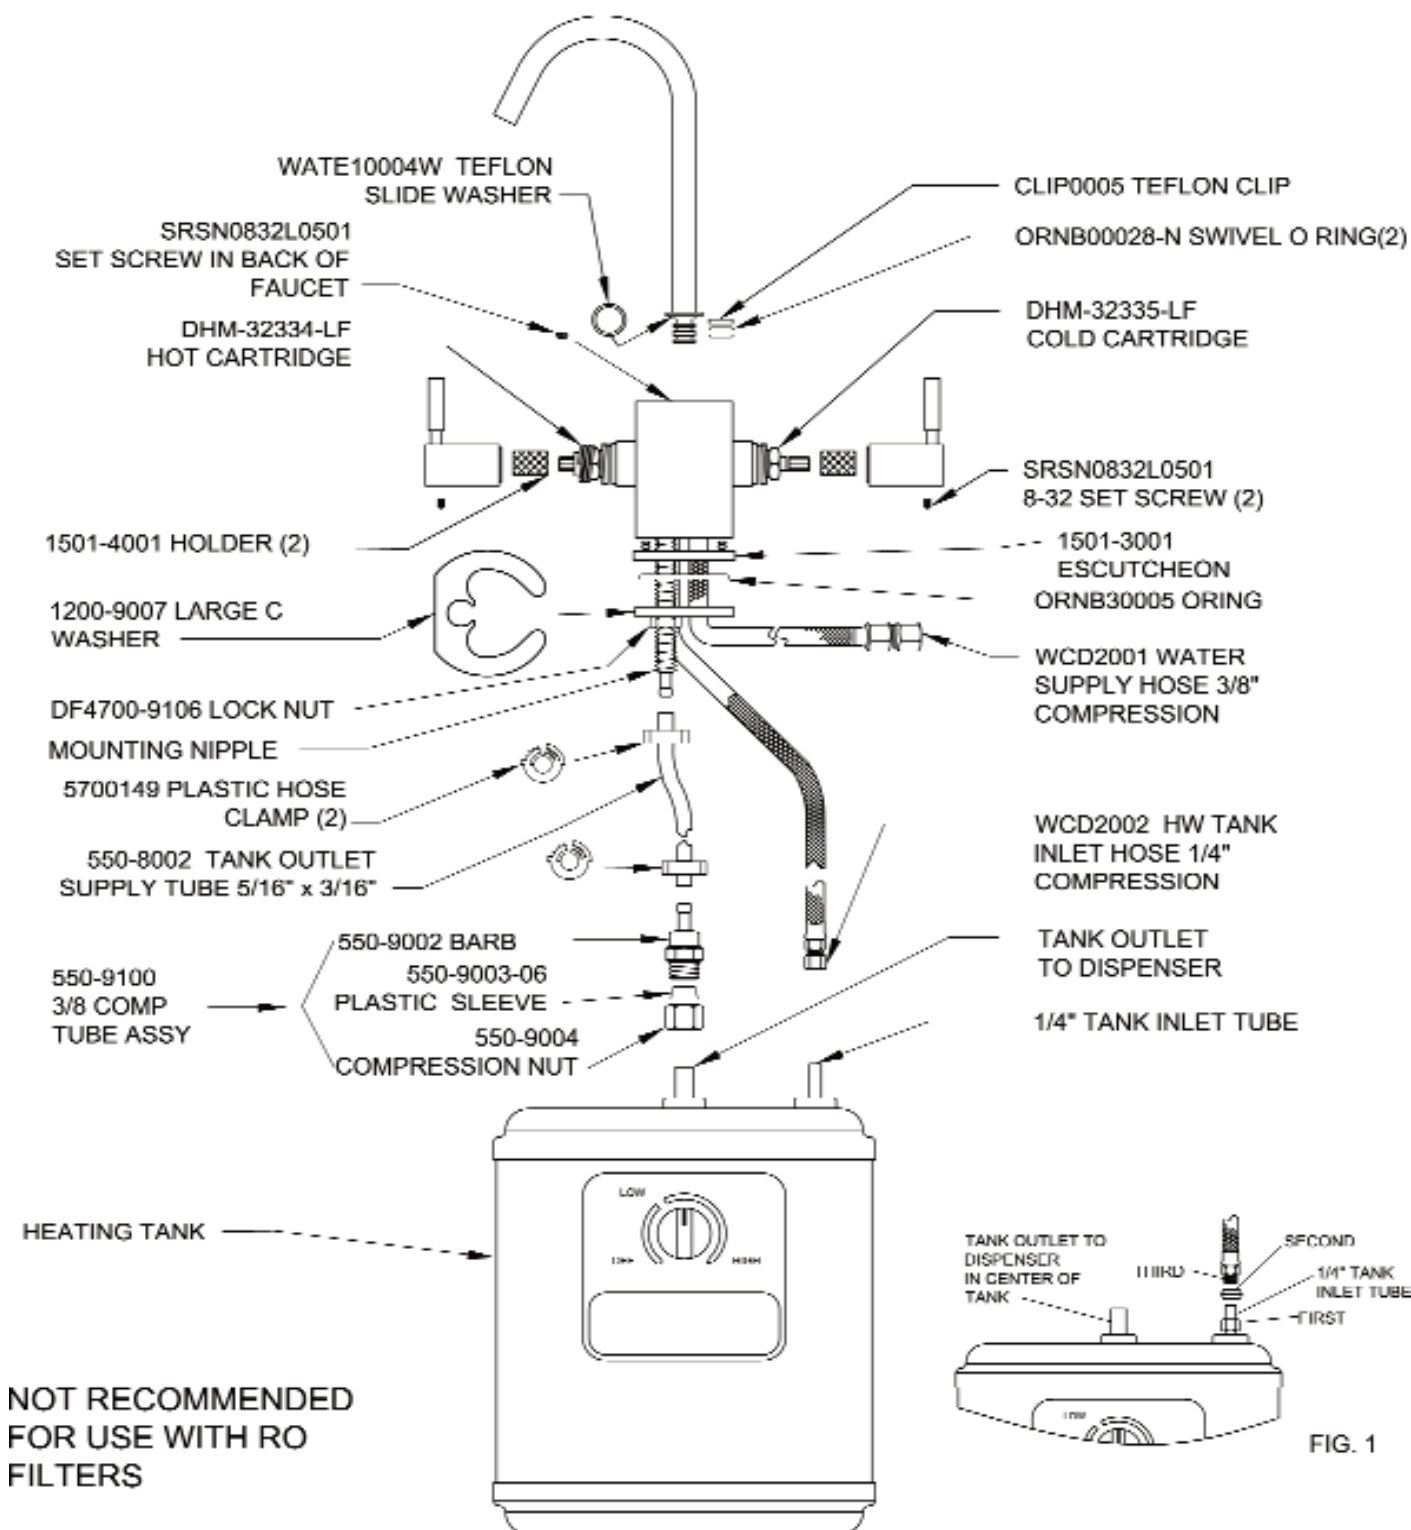

FIG. 1
7. CONNECT THE WCD2002 1/4" COMPRESSION HOSE TO THE TANK INLET LOCATED IN THE RIGHT HAND BACK CORNER ON THE TOP OF THE TANK. SEE FIG 1.